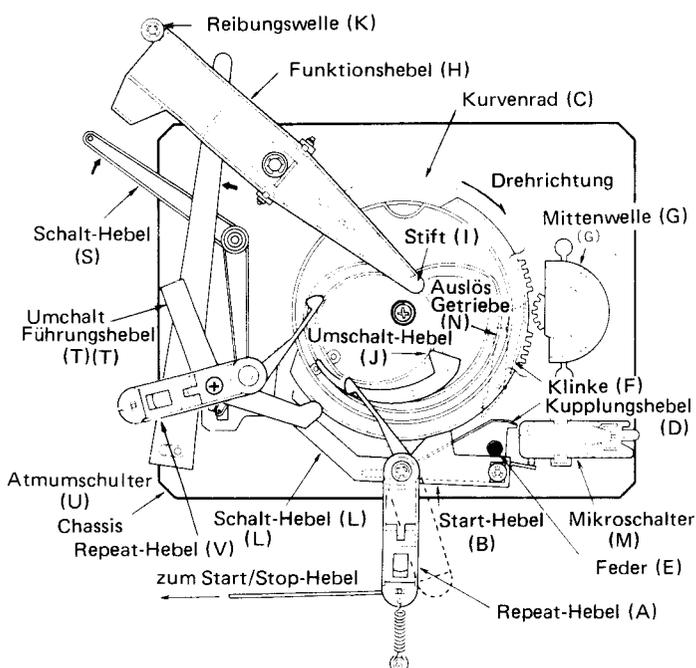
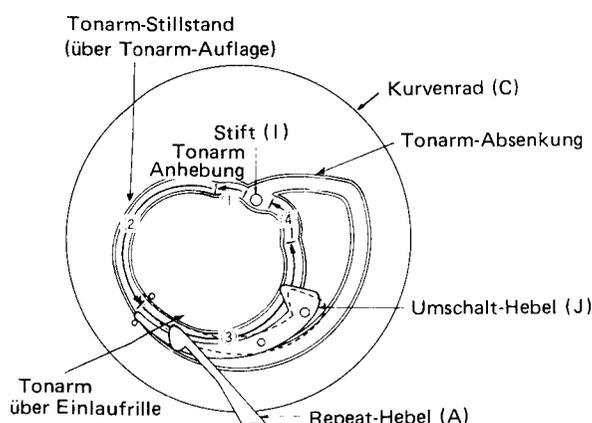

Abb. 3 Unteransicht
Abb. 4 Führungsrille auf dem Kurvenrad
1. Nach Druck auf den Start-Knopf des Plattenspielers schwingt der Repeat-Hebel (A) seitwärts und der Start-Hebel (B) bewegt sich in Richt und Kurvenrad (C). Der Schalt-Hebel (L) stellt den Mikroschalter (M) auf EIN, wodurch der Motor anläßt. Gleichzeitig wird der Kupplungshebel (D) durch die Feder (F) aktiviert und drückt die Klinke (F) aus dem Kurvenrad (C).
2. Die Zähne der Klinke (F) werden vom Zahnkranz der rotierenden Mittenwelle (G) erfaßt. Das Kurvenrad (C) und die Mittenwelle (G) greifen ineinander und das Kurvenrad (C) beginnt sich zu drehen.
3. Wie aus Abb. 4 ersichtlich, eine Drehung des Kurvenrad (C) ist in 4 Abschnitte unterteilt. Die Vorgänge in jedem Abschnitt werden im folgenden erklärt. (Siehe Abb. 3 ~ 5)
- 1) Funktion am Punkt (1) in Abb. 4
- 2) Funktion am Punkt (2) in Abb. 4
- 3) Funktion am Punkt (3) in Abb. 4
- 4) Funktion am Punkt (4) in Abb. 4
5. Während die Platte abgespielt wird, bewegt sich der Tonarm nach innen, bis die Spitze, eines am Schiebe-Hebel (Q) befestigten Hebels, das Auslös-Getriebe (N), das sich auf dem Kurvenrad (C) befindet, berührt. Wenn das Auslös-Getriebe (N) herausgedrückt wird, bewegt sich die Klinke (F) ebenfalls nach außen.
6. Da die Klinke (F) und der Zahnkranz der Mittenwelle ineinandergreifen, beginnt sich das Kurvenrad (C) zu drehen. Eine Drehung des Kurvenrades ist in 4 Abschnitte unterteilt. Die Vorgänge in jedem Abschnitt werden im folgenden erklärt. (Siehe Abb. 3, 5 und 6)